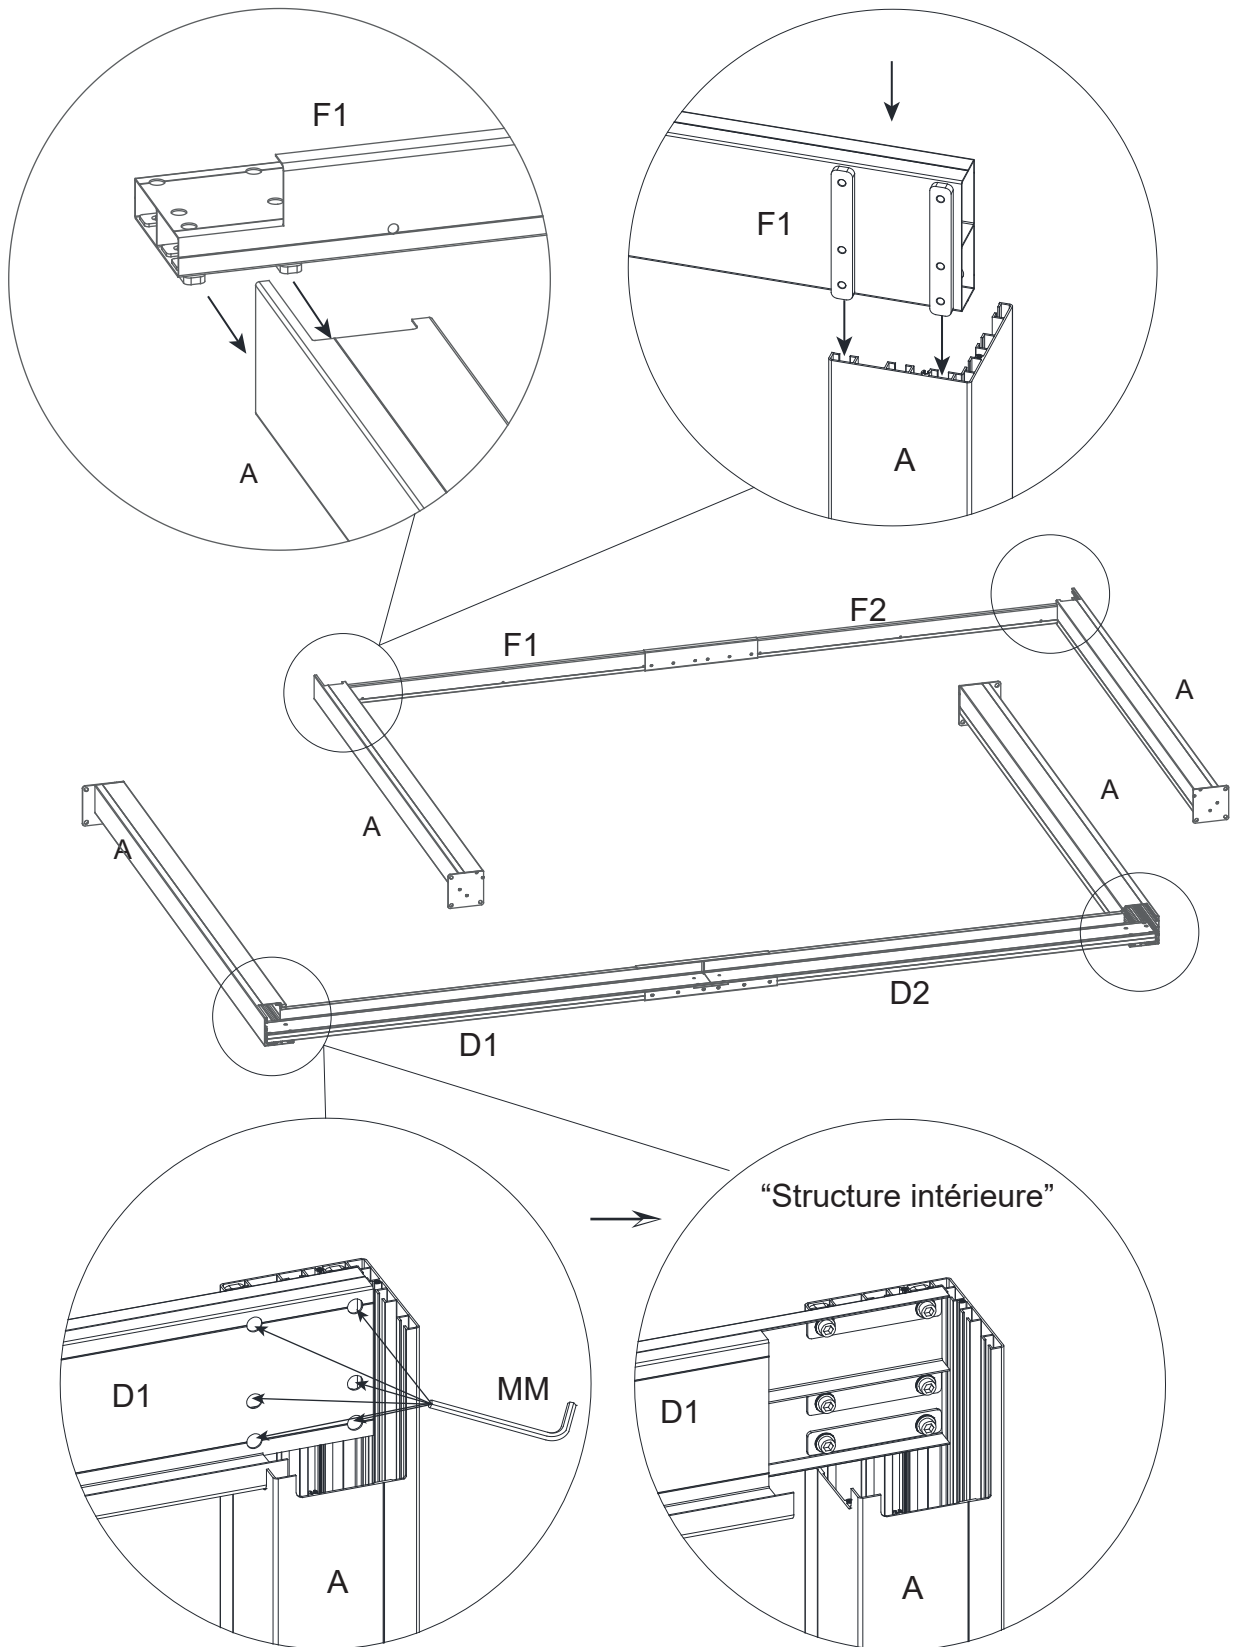

Figure 4
Figure 4. Glissez les deux extrémités des traverses avant (D1/D2) ainsi que les traverses arrière (F1/F2) dans le guide intégré de la poutre en coin (A) et serrez les boulons à l'aide de la clé hexagonale (MM). Référez-vous au schéma de la structure interne.